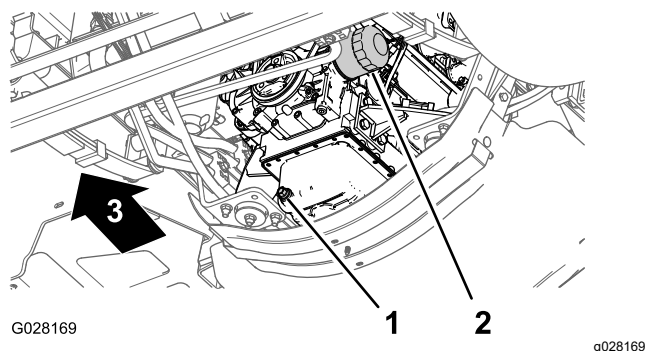

Figura 76
3. Coloque un recipiente de drenaje debajo del filtro de aceite del motor (Figura 76).
4. Retire el filtro de aceite usado (Figura 76).
8. Instale el filtro de aceite en el adaptador de filtro, gire el filtro de aceite en sentido horario hasta que la junta de goma entre en contacto con el adaptador del filtro, luego apriete el filtro media vuelta más (Figura 76).
1. Coloque un recipiente debajo del tapón de vaciado (Figura 76).
2. Retire el tapón de vaciado (Figura 76) y deje que el aceite se drene completamente.